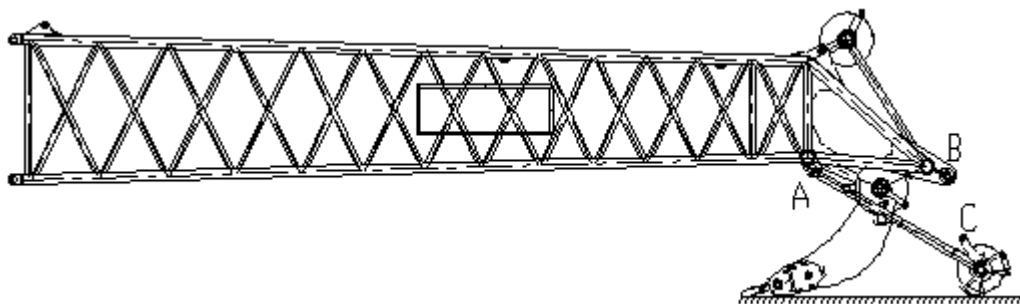

Рисунок 5-19
- (1) Приподнимите стрелу, переместите крюковую подвеску за оголовок стрелы для облегчения сборки. (см. рисунок 5-19)